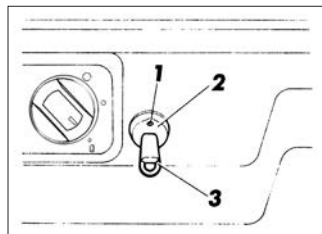

Рис. 20. Панель приборов (фрагмент)
1. После открытия какой-либо двери или кратковременного включения зажигания (если выключатель в двери неисправен) иммобилизатор на 30 секунд переходит в режим «готовность к считыванию кода» – световой индикатор **1** (рис. 20) датчика-сигнализатора **2** мигает с удвоенной частотой.